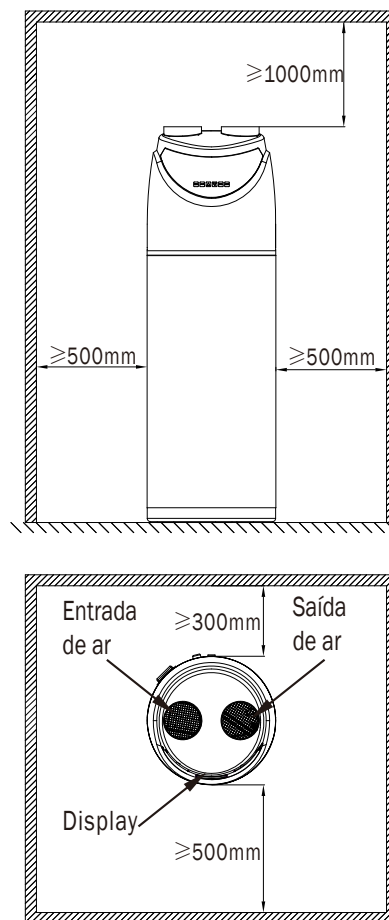

Fig. 4 Espaço recomendado para instalação e manutenção
- Reserve o espaço para instalação e manutenção mostrado na Fig.4.